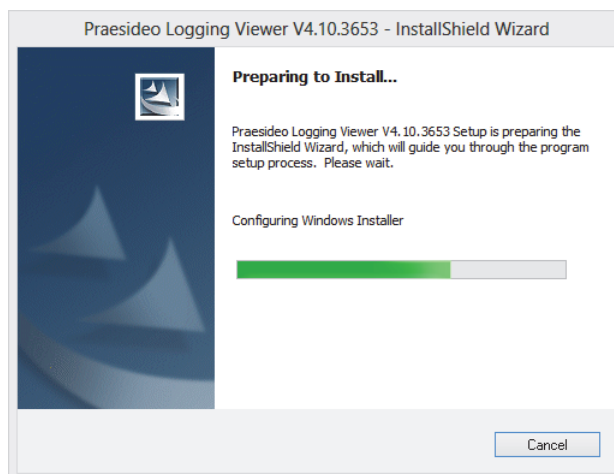

abbildung 59.1: Logging viewer Setup
- 3 Klicken Sie auf der Schaltfläche *Open*, um das Setup-Programm des *Logging Viewer* zu starten. Es erscheint ein Bildschirm, der dem in abbildung 59.1 ähnelt.